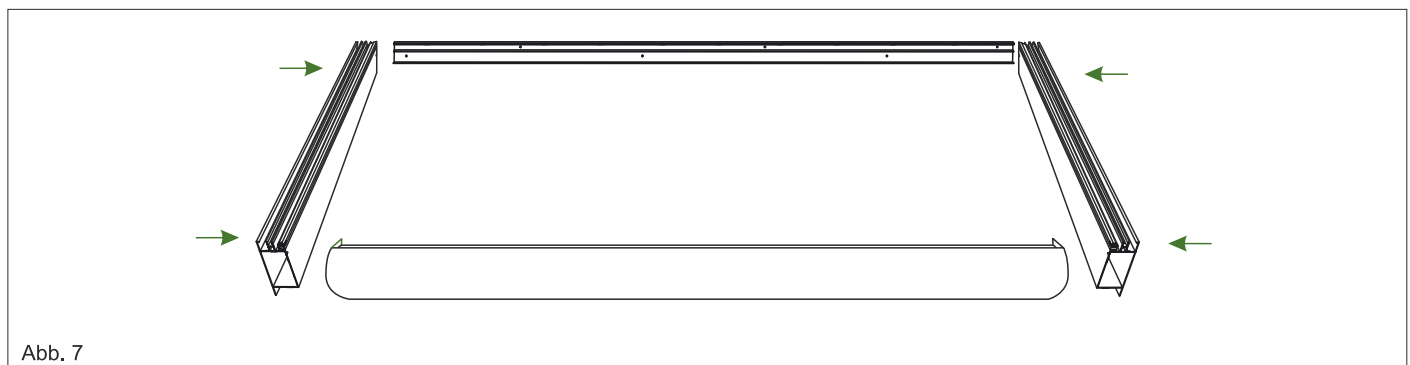

Abb. 7
3. Verbinden Sie den Wandprofil und die Rinne mit den beiden vorbereiteten Randdachsparren (RS-AXXX). Fixieren Sie die Randsparren mit den mitgelieferten Bohrkopfschrauben (19mm Lang) an dem Wandprofil und an der Rinne. Siehe Abb. 7,8. (bei Terrassenlängen von 8 - 12 m wird an die Rechte Seite ein Mittelsparren statt eines Randsparren angebracht. Für weitere Schritte bitte die Zusatzanleitung 8 - 12 m beachten.)